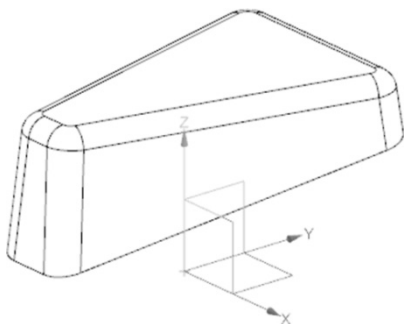

图 13-1 产品结构图
(1) 启动 NX 10.0, 打开 he.prt 文件, 产品结构如图 13-1 所示。